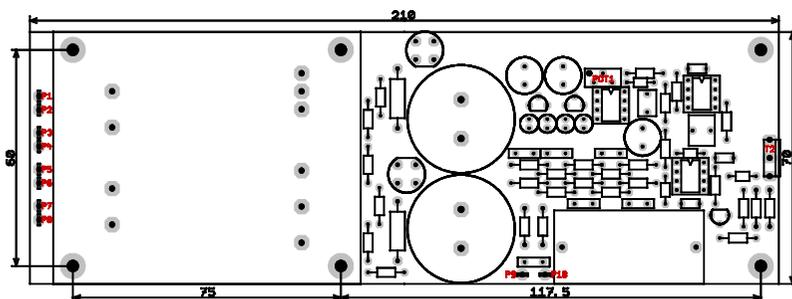

Abb. 1. Anschlüsse und Abmessungen der Module der Reihe OF-PSU.
(Länge × Breite × Höhe mit Distanzhülsen, siehe Abb. 1)
- Abstand der Befestigungslöcher (siehe Abb. 1): $75 + 117.5 \times 60 \text{ mm}^2$
Die Module der Reihe OF-PSU dürfen ausschließlich mit einem externen Kühlkörper betrieben werden. Vor der Inbetriebnahme müssen die Module mechanisch befestigt werden und die Leistungstransistoren (T2 in Abb. 1) müssen mit Hilfe des mitgelieferten Montagematerials an einen geeigneten Kühlkörper isoliert angebracht werden. Der Kühlkörper soll so dimensioniert werden, dass er bei einem eventuellen Kurzschluss auf dem Ausgang die maximale Verlustleistung des Leistungstransistors von etwa 60 W abstrahlen kann.
Nach dem Einschalten der Netzspannung kann der genaue Wert der Ausgangsspannung mit Hilfe des Potentiometers POT1 (siehe Abb. 1) eingestellt werden. Bei der Einstellung ist die Zeitkonstante der Referenz-
- ! **Vorsicht:** Die Manipulation mit dem Modul bei geöffnetem Gerätegehäuse darf nur von geschultem Personal durchgeführt werden. Die Einstellung der Ausgangsspannung (POT1 in Abb. 1) darf nur mit isoliertem Werkzeug erfolgen. An den Kondensatoren des Moduls kann noch einige Minuten nach dem Abschalten des Moduls hohe Spannung anliegen.